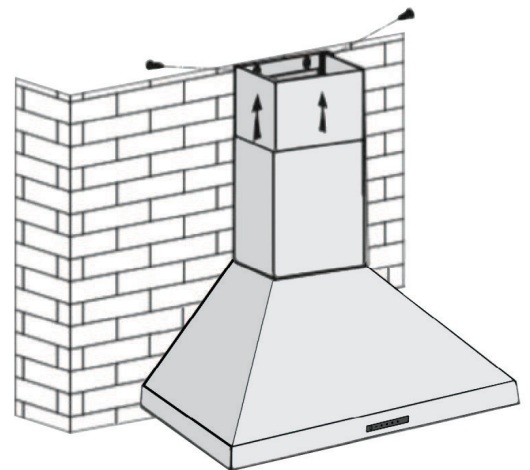

Figure 6
- Fixez la cheminée supérieure sur le support avec deux vis (voir figure 6).